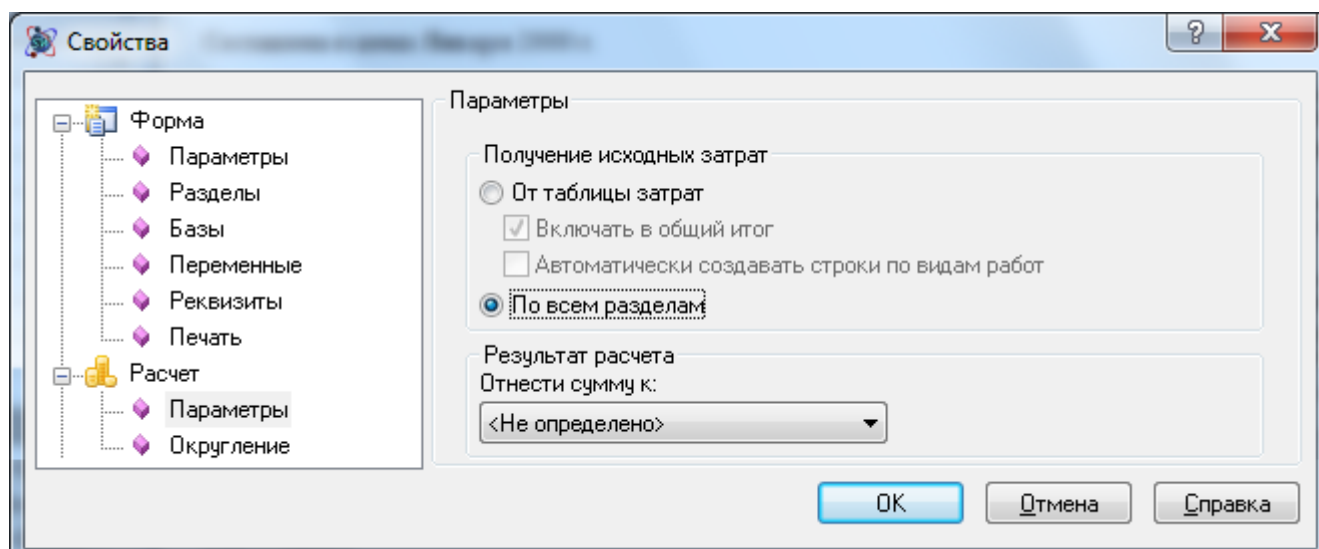

Рис. 3.21 Диалоговое окно Свойства, раздел Параметры расчета
3. Установить переключатель в положение По всем разделам (рис. 3.21) и нажать на кнопку ОК.